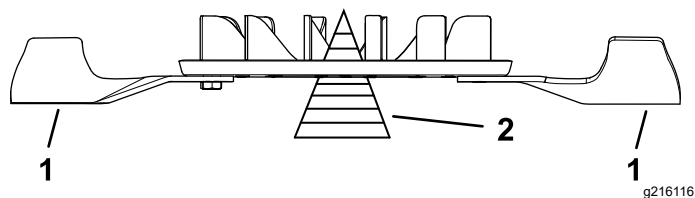

Figura 109
2. Verifique el equilibrio del conjunto de las cuchillas colocándolo sobre un equilibrador de cuchillas (Figura 109).